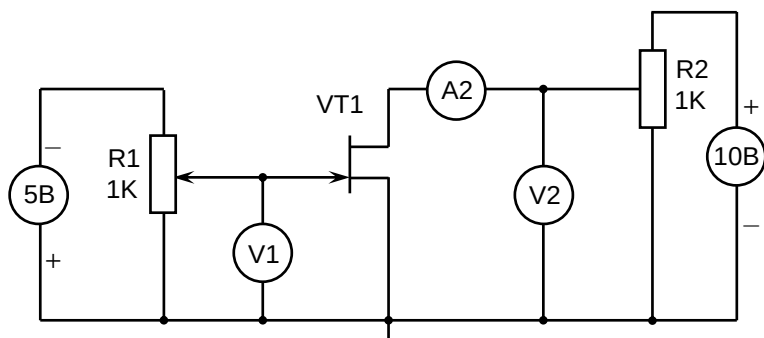

Рис. 4.5. Схема для снятия семейства входных и выходных ВАХ полевого транзистора в схеме с ОИ
2. Включить стенд, установить напряжение источников питания согласно значениям, указанным на рис. 4.5, контролируя результат по вольтметру.
3. Собрать схему для снятия семейства ВАХ полевого транзистора в схеме с ОИ аналогично приведенной на рис. 4.5. После разрешения преподавателя или лаборанта подать питание на лабораторный стенд.